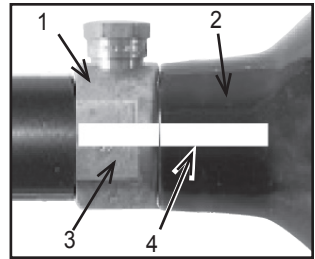

Figure 3 : Bouteille et valve marquées
La valve plaquée au laiton ou au nickel (Figure 3, #1) doit être branchée en permanence au cylindre d'air ou de CO₂ (2).
Voir Figure 3. Des accidents ont été rapportés provoqués par des joueurs dévissant sans savoir le cylindre (2) de la valve du cylindre (1). Ceci se produit lorsque le joueur pense dévisser tout l'ensemble valve-cylindre de l'adaptateur d'air du lanceur de paint-ball alors qu'en réalité, il dévisse le cylindre de la valve de cylindre.
4. Regardez les marques sur le cylindre et la valve du cylindre (comme illustré à la Figure 3 de la page 7) lorsque vous tournez le cylindre d'environ $\frac{3}{4}$ de tour dans le sens antihoraire. Ceci permet à la valve d'axe de l'alimentation d'air de se fermer et à l'air d'entrer dans le lanceur.